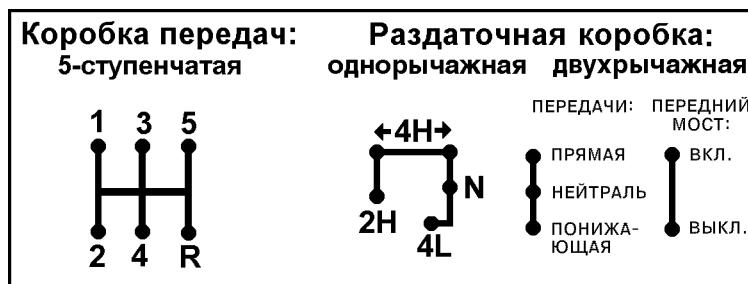

Рис. 3.4. Положения рычагов коробки переключения передач и раздаточной коробки:
двурычажной раздаточной коробки (положения рычагов см. на рис. 3.4);
**19 -рычаг переключения передач** (положения рычагов см. на рукоятке рычага переключения передач и на рис. 3.4).